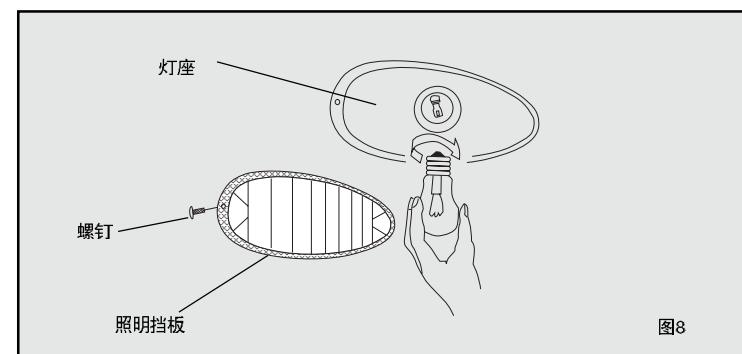

图8
2、用螺丝刀旋开照明挡板的固定螺钉，拿下照明挡板（见图8）；